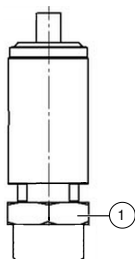
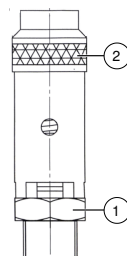

fig. 24: Supapă de siguranță cu racord de 1/4"
fig. 25: Supapă de siguranță cu racord de 1/2"
2. Deschideți supapa de siguranță timp de câteva secunde prin rotirea piuliței zimțate (fig. 25 pornit pagina 60) în sens invers acelor de ceasornic. În timpul acestui proces, obturatorul supapei de siguranță se deschide, ceea ce provoacă evacuarea aerului.
1. Așezați o cheie cu capătul deschis pe placa de chei (fig. 24 pornit pagina 60 și fig. 25 pornit pagina 60) și deșurubați supapa de siguranță în sens invers acelor de ceasornic.